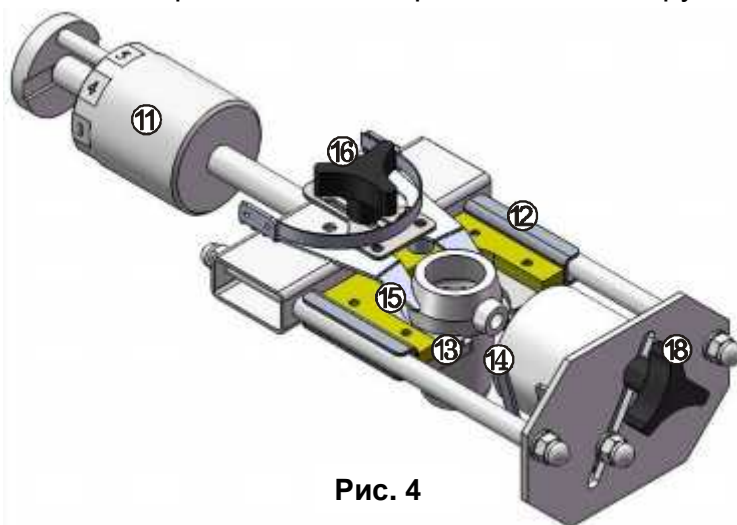

Рис. 4
4.2.3 Карусель выполнена в виде рамы (рис.4), на одном конце которой расположен противовес (11), на другом - каретка (12) с плитой (13) для установки тигля и ложки (14) для опоки. Тигли на плите (13) фиксируются подпружиненным зажимом (15). Перемещение каретки ограничено подвижным упором (16), что предотвращает соударение керамических деталей с металлическими частями карусели. Положение упора (16) определяется длиной опоки. Совмещение заливочного отверстия опоки с носиком тигля производится перемещением и фиксацией ложка ручкой (18).